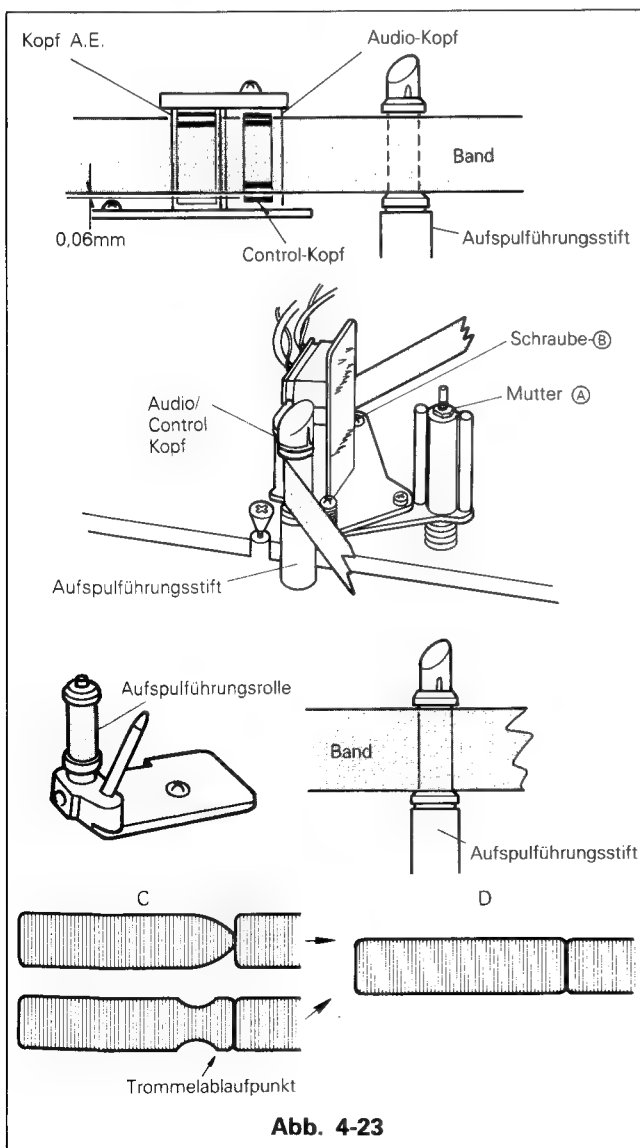

Abb. 4-23
- (10) Bei der Einstellung der Führungsrollen muß darauf geachtet werden, daß das Band sich nicht vom Führungsstift abhebt oder geknittert wird.
(11) Die FM-Amplitude am Ablaufpunkt des Bandes von der Trommel ist auf die gleiche Weise einzustellen wie für den Aufspulpunkt. Hat die FM eine Form entsprechend C in Abb. 4-23, so muß die Aufspulführungsrolle so eingestellt werden, daß eine Amplitude entsprechend "D" erzeugt wird.
(12) Hebt sich das Band vom Aufspulführungsstift ab oder knittert, so muß die Schraube C des Audio-/Control-Kopfes entsprechend Abb. 4-23 eingestellt werden.
(13) Gleichzeitig muß die Höheneinstellmutter A des Audio-/Control-Kopfes gedreht und die Höhe des Kopfes entsprechend dem Band eingestellt werden. Das Band muß entsprechend den in Abb. 4-23 angegebenen Kriterien angehoben oder abgesenkt werden.